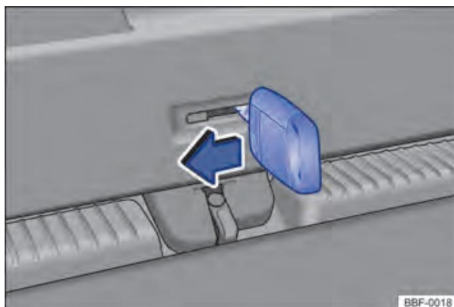

Figure. 61 Dans le coffre : déverrouillez le volet de coffre.
- Insérez la clé dans l'ouverture du hayon → fig. 61 et déplacer le levier de déverrouillage dans le sens de la flèche.